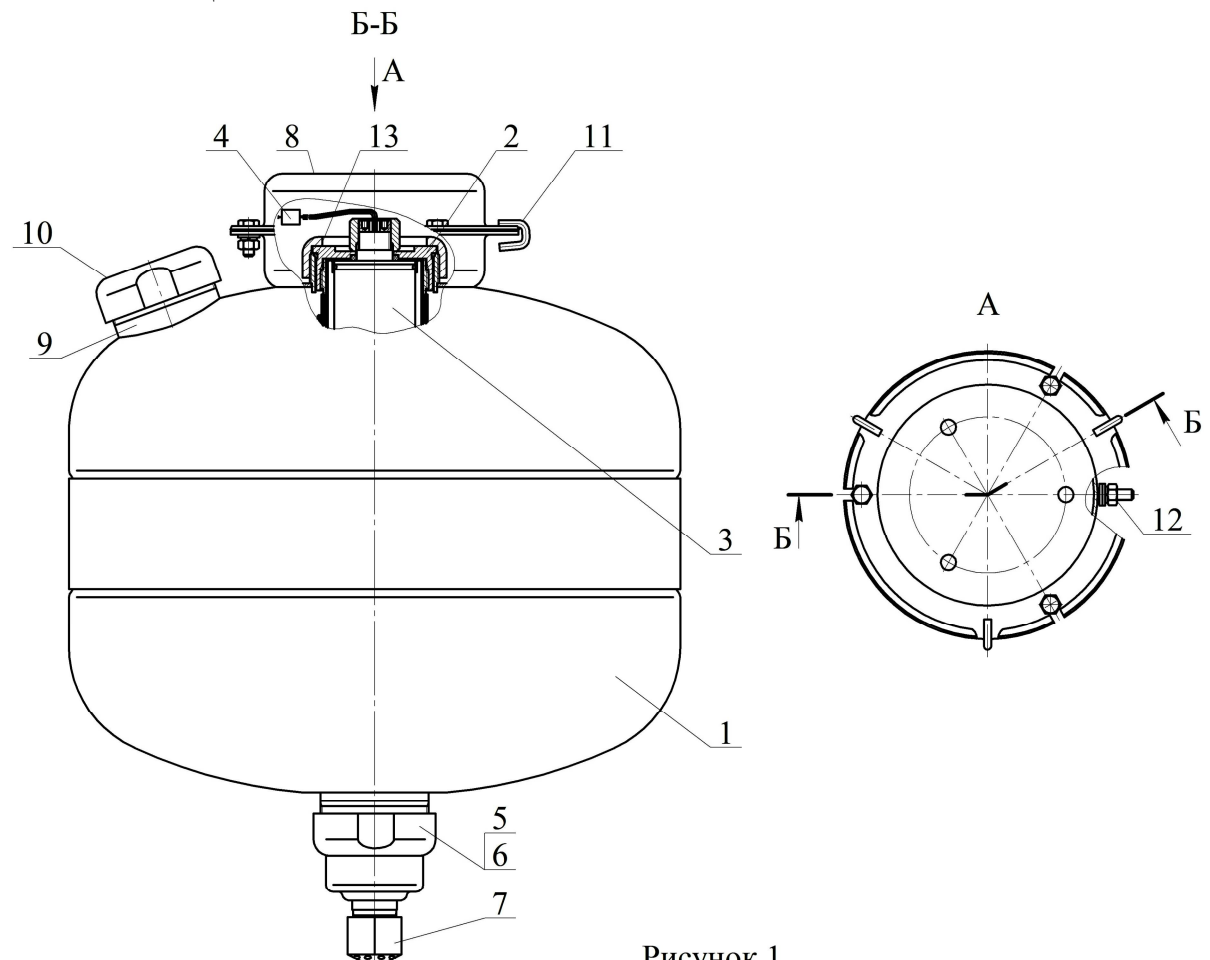

Рисунок 1
4.1.1 МУПТВ (см. рисунок 1) состоит из корпуса **1**, заправленного ОТВ, в котором размещено газогенерирующее устройство **2**. В герметичный корпус газогенерирующего устройства установлен ИХГ **3** с элементом электропусковым **4**. Нижняя горловина корпуса перекрыта срезной мембраной **5**, которая поджата гайкой **6**. С гайкой **6** через фильтрующий элемент соединен насадок-распылитель **7**. В верхней части корпуса расположены кронштейн **8** для крепления к потолочному перекрытию, горловина **9** для заливки ОТВ и предохранительный клапан **10**. Для фиксации МУПТВ при монтаже на кронштейне **8** закреплены три скобы **11**. МУПТВ имеет заземляющий зажим **12**.
4.2.1 После подачи электрического импульса на выводы элемента электропускового 4 (см. рисунок 1) ИХГ 3 генерирует газ, который создает давление внутри корпуса МУПТВ для вскрытия мембраны 5 и выпуска через насадок-распылитель 7 в зону горения тонкораспыленной струи ОТВ.
6.3 Закрепить кронштейн **8** (см. рисунок 1) на потолке. Координаты отверстий в кронштейне приведены на рисунке 3.
6.5.1 Залить в отверстие верхней горловины **9** (см. рисунок 1) воды по ГОСТ 6709-72, СанПиН 2.1.4.1074-01 (температура воды должна быть плюс $(15...25)^{\circ}\text{C}$) объемом $18,22^{+0,2}_{-0,2}$ дм³. Открыть упаковку с жидкой добавкой к воде и залить ее в отверстие верхней горловины **9**.
6.6.3 Полученный раствор ОТВ залить в отверстие верхней горловины 9 (см. рисунок 1). Для окончательного приготовления ОТВ открыть упаковку с жидкой добавкой и залить ее в отверстие верхней горловины 9.
6.8 Накрутить до упора насадок-распылитель 7 (см. рисунок 1).
7.3 Комплект поставки для перезарядки МУПТВ (см. рисунок 1):